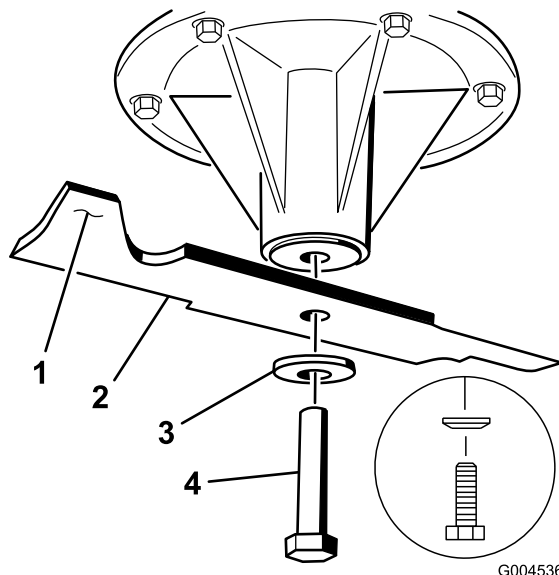

Figure 77
2. Enlevez de l'axe, le boulon, la rondelle bombée et la lame (Figure 77).
- Si la lame est déséquilibrée, limez un peu l'extrémité de la partie relevée seulement (Figure 77).